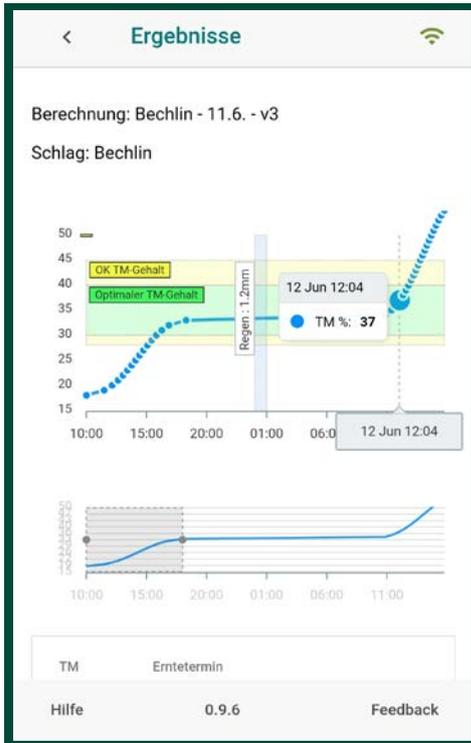

Abbildung 2: Einblick in WiltExpert, beispielhafte Ergebnisdarstellung
von der Anwendung automatisiert eingefügt. In der Erprobungsphase zeigte sich, dass die Bestimmung des Ausgangs-TM-Werts eine Fehlerquelle sein kann. Um diesem Problem entgegenzuwirken, schlägt **WiltExpert** einen Ausgangs-TM-Gehalt vor, dieser kann vom Nutzer überschrieben werden. Alle Daten gehen in die Berechnung des Welkeverlaufs ein. Die resultierende Prognose wird als Grafik (*siehe Abbildung 2*) dargestellt sowie tabellarisch aufgelistet.
Der vorhergesagte Niederschlag wird aus den Wetterdaten ausgelesen, in der Grafik ausgewiesen und bei der Berechnung berücksichtigt. Sollte es dann doch nicht regnen, kann der Nutzer diesen Wert überschreiben. **WiltExpert** errechnet anhand des integrierten Modells den Verlauf des TM-Gehaltes mit Ausweisung eines Zeitraums für den optimalen Erntetermin (*siehe Abbildung 2*). Dieser optimale Zeitraum wird in der Grafik farblich hinterlegt und zusätzlich tabellarisch dargestellt mit fünf ausgewählten
- ❖ Abbildung 2: Einblick in WiltExpert, beispielhafte Ergebnisdarstellung - 18